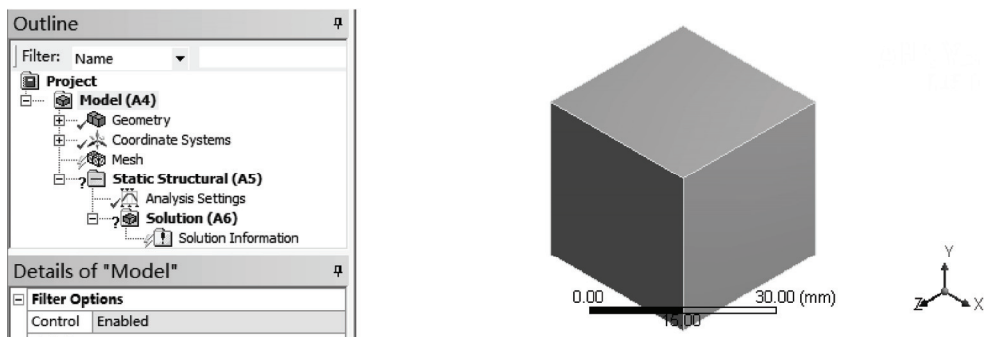

图 19-5 分析项目树结构图
1) 双击主界面项目管理区项目 A 中的 A3 栏 Model 项, 进入 Mechanical 界面, 查看分析项目树结构图如图 19-5 所示, 在该界面下即可进行网格的划分、分析设置、结果查看等操作。